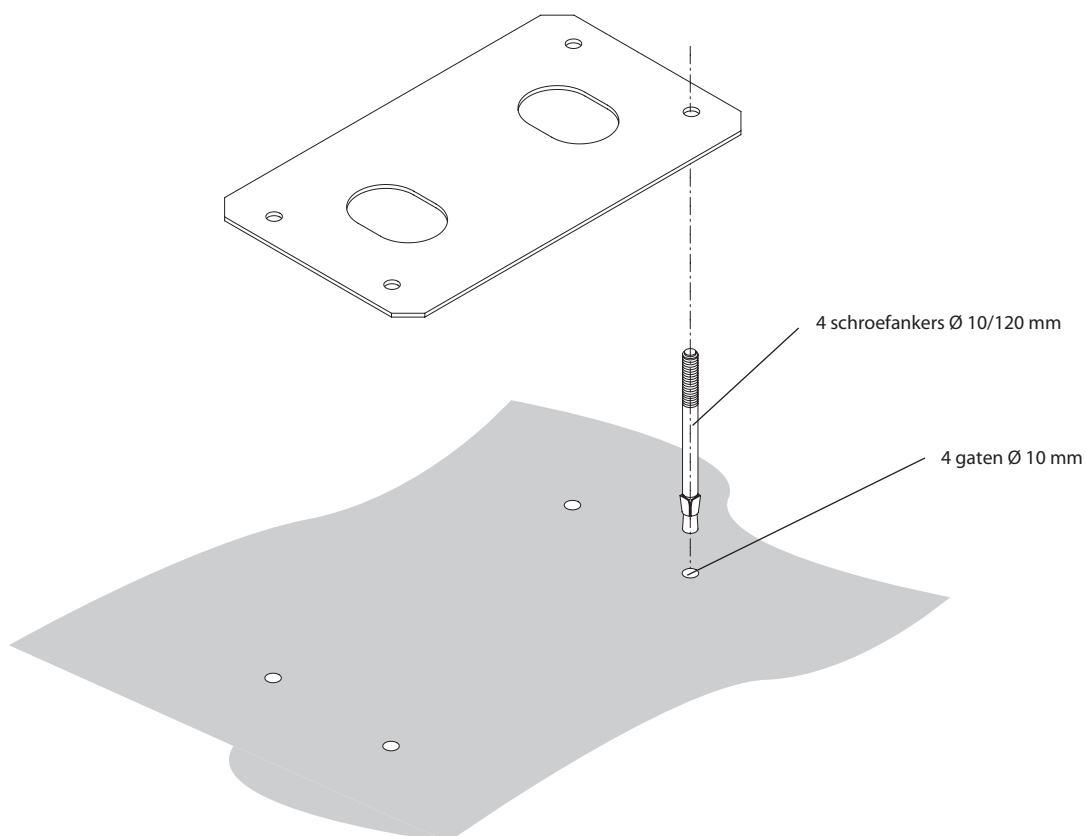
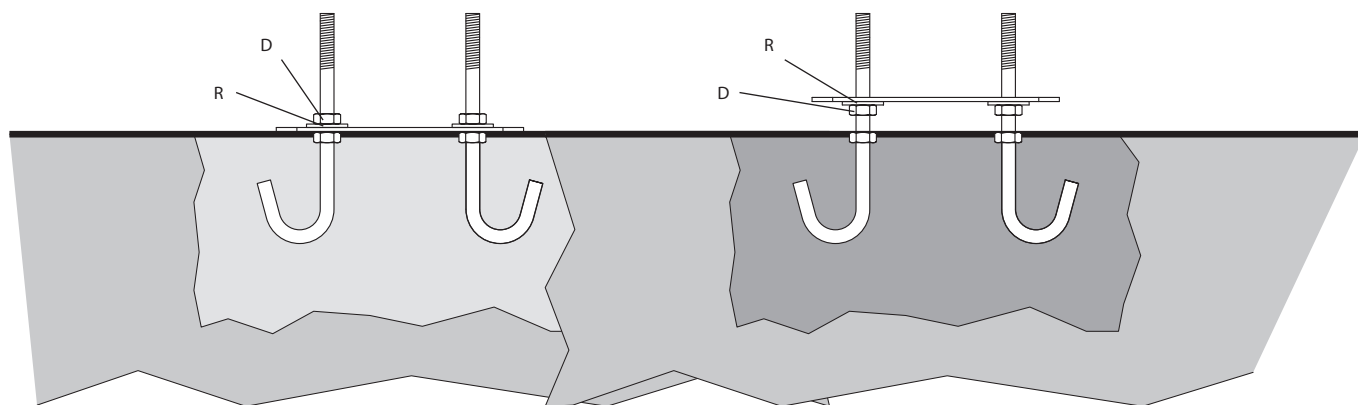
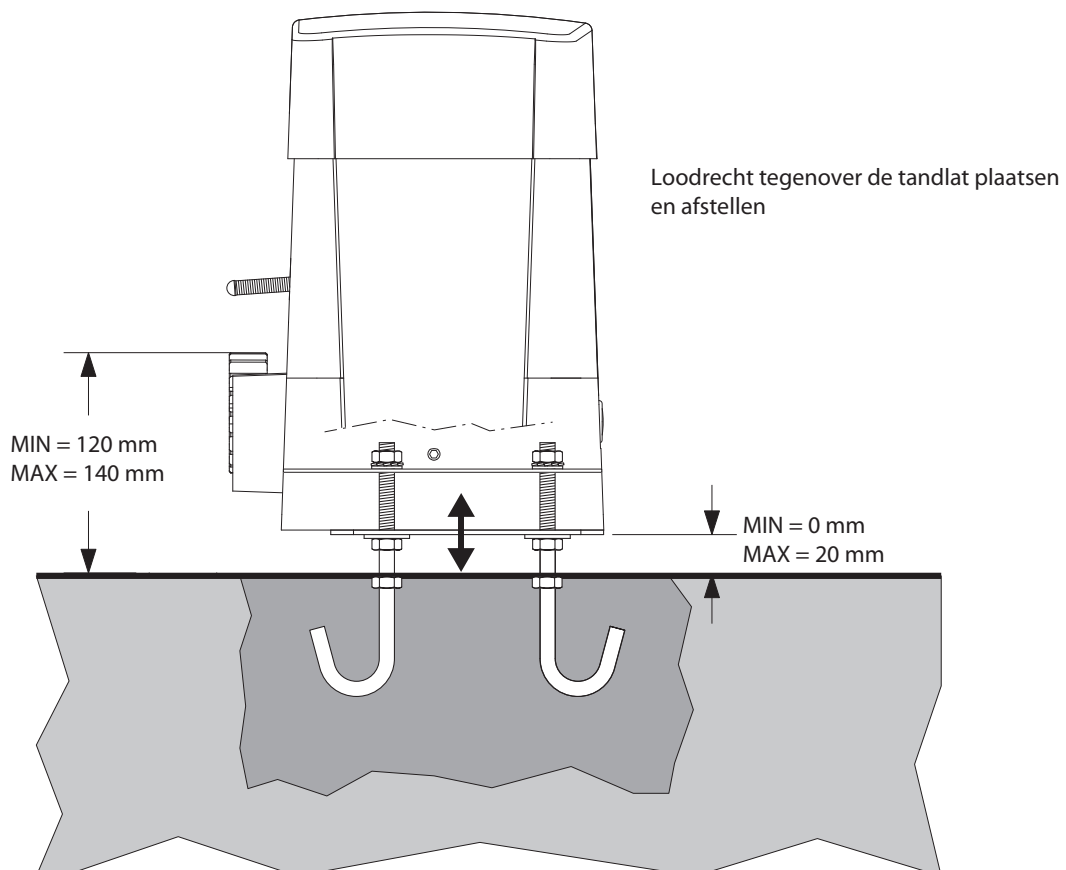

Fig.3 - Bevestiging met aanpassing op bestaande fundatie
Fig. 6 - Stellen funderingsplaat
Fig.7 - Plaatsen motor op funderingsplaat
Vergrendel de motor direct op de grond zoals aangegeven in Fig.7.
2. Bevestiging met aanpassing op bestaande fundatie (Fig.3).
Draai hier de 4 draadeinden M10/120 mm in en veranker de pluggen door het aandraaien van de moeren B met de bijbehorende ringen op de vloer. Plaats de grondplaat volgens Fig.3 met de stelmoeren A. Plaats de motor zoals aangegeven in Fig.6 en vergrendel deze zoals aangegeven in Fig.7. Houdt hierbij rekening met de geldende voorschriften.
Houdt u aan de verschriften in Fig.6 en vergrendel de motor zoals aangegeven in Fig.7.